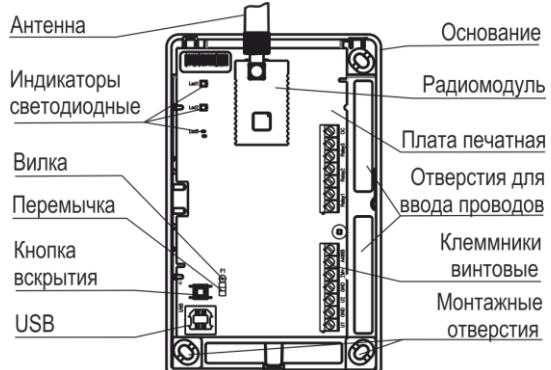

Рисунок 2
4.1 Конструктивно PP-Z выполнен в виде блока, состоящего из основания и съемной крышки. Внутри блока смонтирована печатная плата с радиоэлементами (рисунок 2).